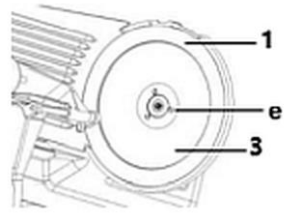

Рис. 13
4. Для снятия ножа (1) открутить 3 стопорных винта (e) с помощью подходящей отвертки (рис. 13).
5. Осторожно отсоединить нож (1).
6. Кожух ножа (3) и нож (1) промыть теплой водой с нейтральным моющим средством. Использовать губку, подходящую щетку или мягкую тряпочку. Прополоскать в чистой воде.